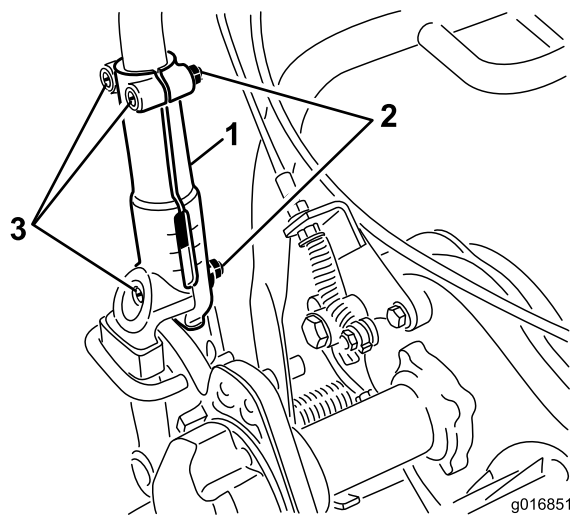

图22
1. 拧松将手柄的每一侧固定到手柄夹上的 3 颗车身螺栓和螺母（图22）。